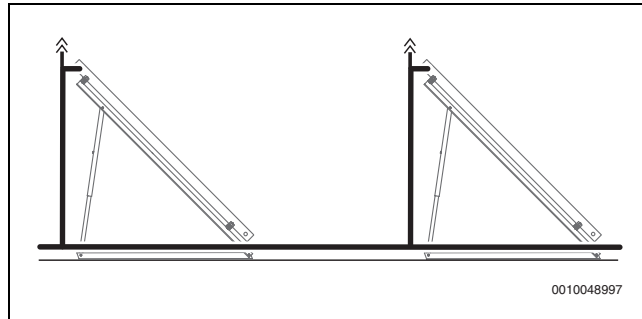

Bild 13 Mehrere parallel geschaltete Kollektorreihen mit zusätzliche Entlüfter (Vorlaufleitung)
- Bei mehreren parallel geschalteten Kollektorreihen auf Flachdächern sowie bei Anlagen mit Solarstation AGS50-2 an jeder Kollektorreihe einen Entlüfter montieren (→ Bild 13).